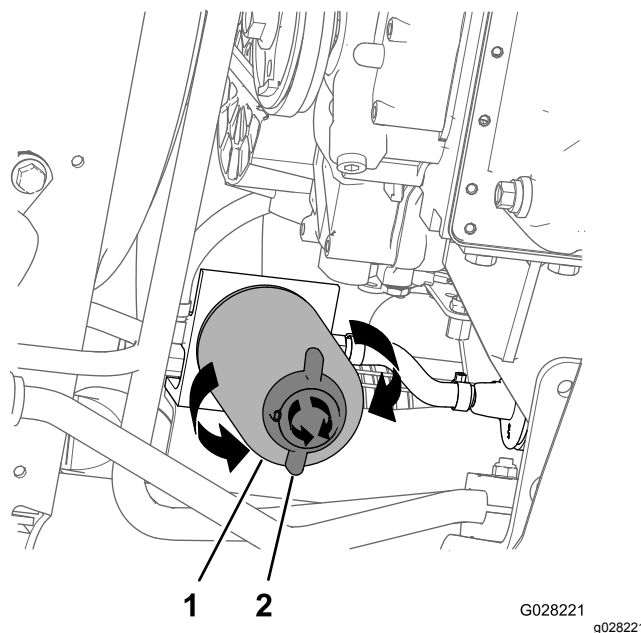

Figura 77
4. Allineate una bacinella di spurgo sotto il filtro del carburante; fate riferimento a Figura 77 nella sezione Sostituzione del filtro del separatore di condensa \(pagina 64\).
2. Posizionate una bacinella di spurgo sotto il filtro del separatore di condensa (Figura 77).
3. Ruotate la valvola di spurgo nella parte inferiore del filtro del separatore di condensa in senso antiorario (Figura 77).
4. Pulite l'area attorno al filtro del separatore di condensa e il supporto dell'adattatore del filtro (Figura 77).
5. Rimuovete il filtro del separatore di condensa (Figura 77).
9. Assicuratevi che la valvola di spurgo nella parte inferiore del filtro del separatore di condensa sia ruotata saldamente in senso orario (Figura 77).